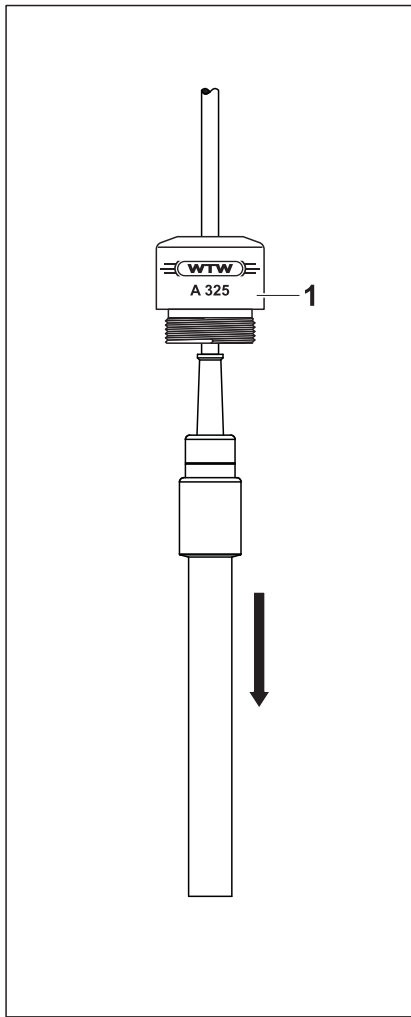

figure 1
1	Pousser la sonde dans l'armature (pos. 1 fig. 1).